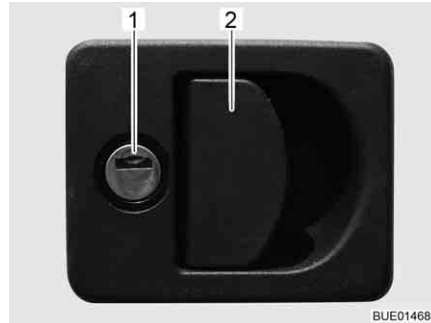

Fig. 52 Serratura dello sportello con impugnatura
- Inserire la chiave nel cilindro della serratura (Fig. 52,1) e ruotare di un quarto di giro. La serratura dello sportello è sbloccata.
- Tirare la maniglia della serratura (Fig. 52,2). In questo modo si apre lo sportello esterno.